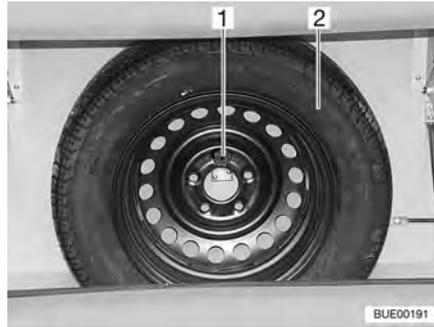

Fig. 220 Soporte para rueda de repuesto
El soporte para la rueda de repuesto está instalado en la caja para bombonas de gas. Pagando un sobreprecio puede obtener la rueda de repuesto (Fig. 220,2).
- Soltar el tornillo (Fig. 220,1).
- Sacar la rueda de repuesto (Fig. 220,2).